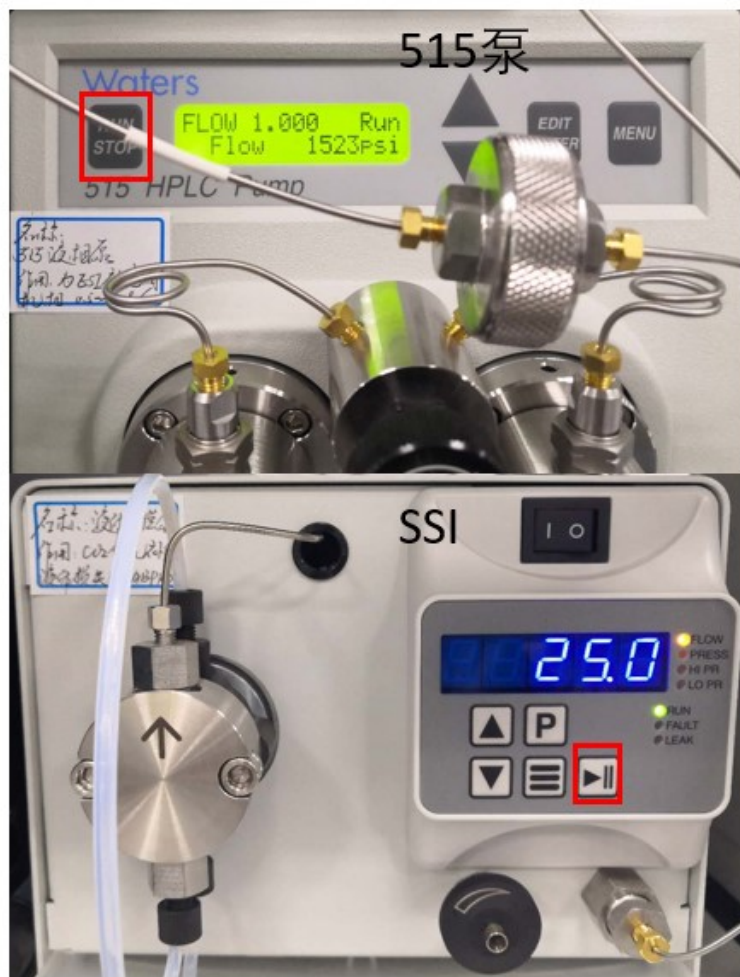

图6-59
- (1)核对仪器各部件参数及设置；
- (2)核对进样样品种、样品管位置及回收管数量；
- (3)核对所有方法文件，并保存样品组列表；
- (4) 打开515泵及SSI泵(图6-59)